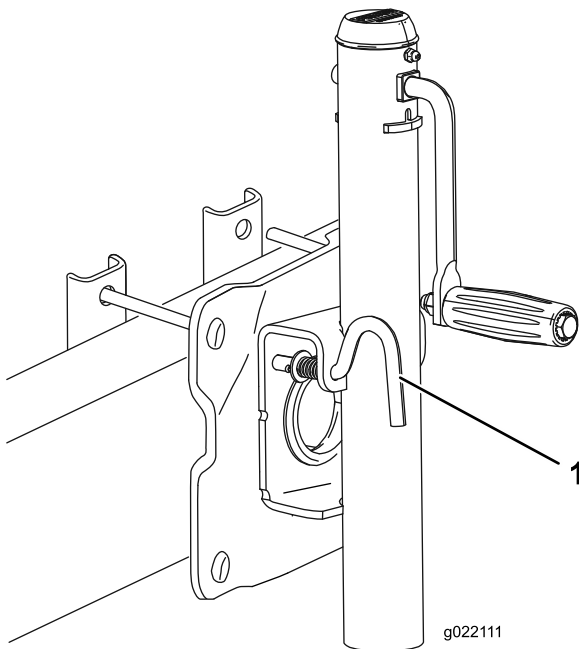

Figure 14
1. Tournez le vérin en position verticale (Figure 14).
Tirez sur la poignée pour faire pivoter le cric (Figure 14).